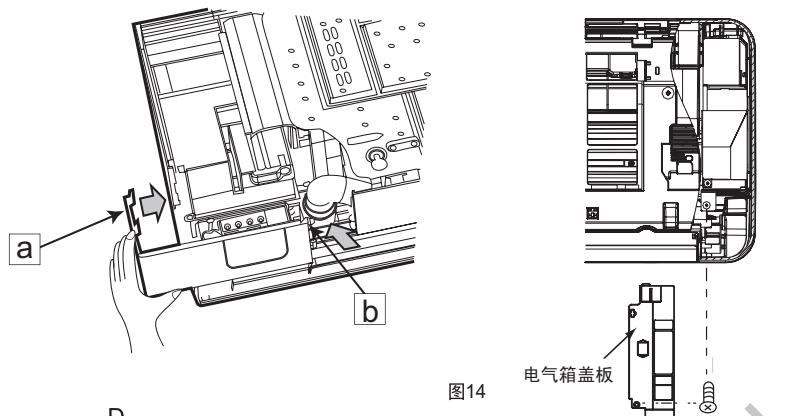

图14
- (1) 风室右盖板拆去顺序
- 用手将面框右下角风室右盖板④、⑥处的勾子沿箭号方向拉，将风室右盖板取下。（如图14）
- (2) 打开面板（参见P3），取下电气箱盖板。（如图14）
- (3) 电线连接顺序